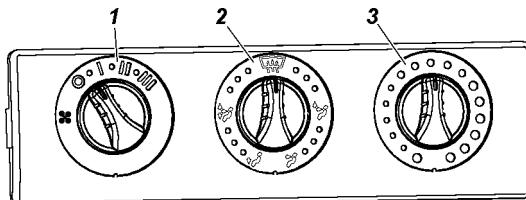

Рис. 3.9. Пульт управления отопителем:
-после пятого звукового сигнала зуммера или после пятой вспышки сигнализатора включите зажигание, повернув ключ в положение I (см. рис. 3.9) выключателя зажигания;
-после первого звукового сигнала зуммера или после первой вспышки сигнализатора включите зажигание, повернув ключ в положение I (см. рис. 3.9) выключателя зажигания. Число последующих звуковых сигналов зуммера будет соответствовать числу зарегистрированных ключей.
Для подогрева поступающего в салон воздуха поверните рукоятку 3 (рис. 3.9) по часовой стрелке. Рукояткой 2 можно изменять направление потока воздуха согласно пиктограммам, нанесенным на лимб рукоятки:
Приточная вентиляция салона осуществляется по тем же каналам при крайнем положении против часовой стрелки рукоятки 3 (см. рис. 3.9). Вытяжная вентиляция осуществляется за счет отверстий в задней обивке крыши и внутренней панели проема двери задка, через опускные
2. Установите рукоятку 3 (см. рис. 3.9) управления краном отопителя в положение “Закрыто”.
4. Рукояткой 1 (см. рис. 3.9) выключателя вентилятора отопителя выберите желаемую скорость вращения вентилятора. При нахождении рукоятки в положении “О” вентилятор включается автоматически и обеспечивает минимальную циркуляцию воздуха через испаритель кондиционера.
3. Если при работе кондиционера рукоятка 1 (см. рис. 3.9) выключателя вентилятора отопителя салона была установлена в положение “I”, “II” или “III”, то в этом случае после выключения кондиционера автоматически включается режим вентиляции салона.